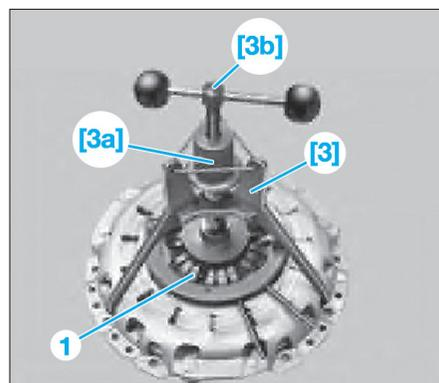

Fig. 8
- Mettre en place l'outil [3] et serrer la vis moletée [3a] (Fig.8).